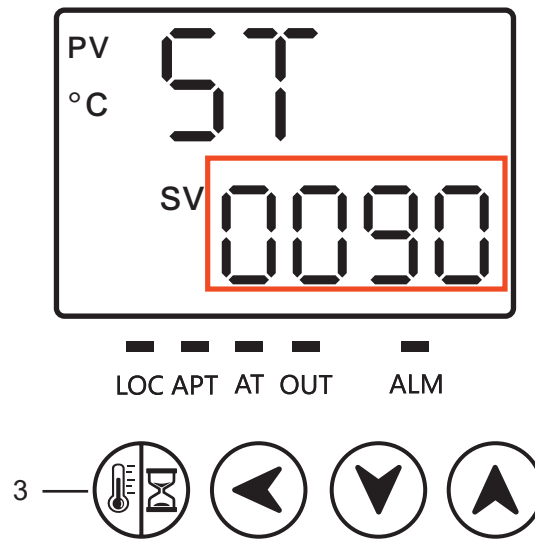

Figura 6. Definir Temporizador
2. Presione 2 veces el botón 3 . Programe el Tiempo deseado utilizando los botones: de desplazamiento (◀), de disminución (▼) y de aumento (▲). Después, presione el botón 3  para confirmar los parámetros. El temporizador comenzará a funcionar una vez alcanzada la temperatura establecida. (Figura 6).